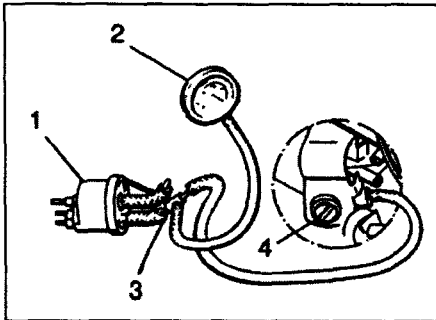

Рис. 5.3 Проверка вакуумметром двухходового клапана
- 3 Через тройник присоедините вакуумметр между двухходовым клапаном и воздушным клапаном холостого хода (рис. 5.3).